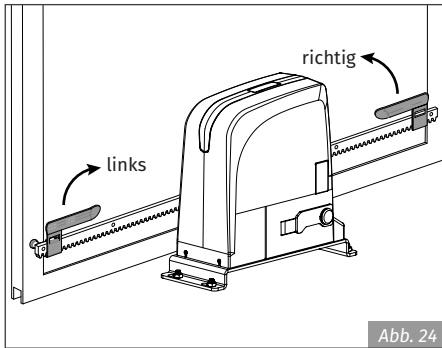

Abb. 24
- Die Platten der Endschalter müssen wie in **Abb. 24** gezeigt installiert werden.